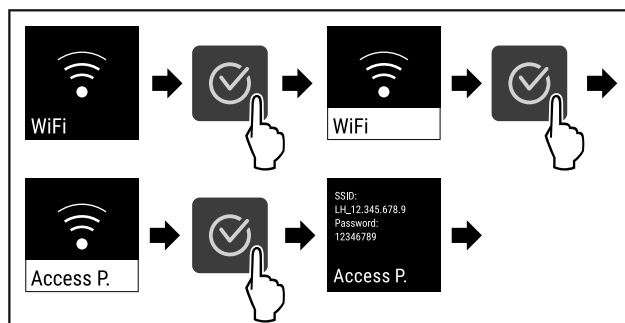

Fig. 85
- ▶ Følg anvisningene (se Fig. 85) .